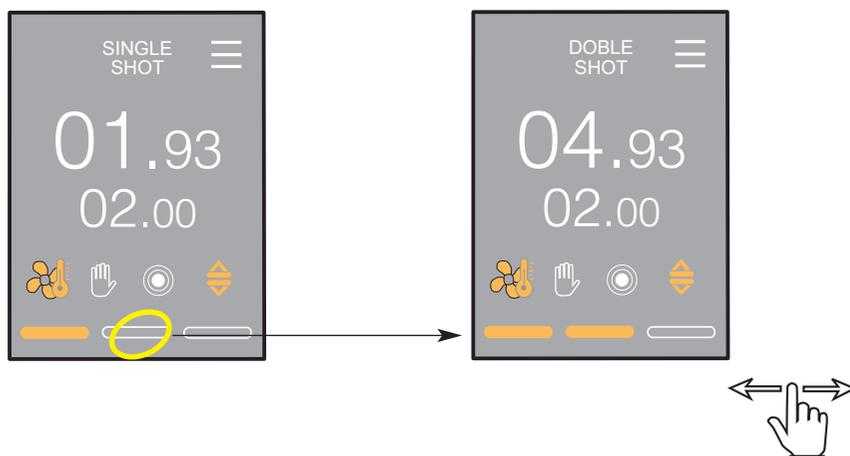

Abb. 5
- 3** Auf die Seite der gewünschten Portion (Einzelportion, Doppelportion oder Extraportion) zugreifen, indem das Seitensymbol (siehe Abb. 5) gedrückt wird oder mit dem Finger über das Display gleiten, um die Seite zu wechseln.